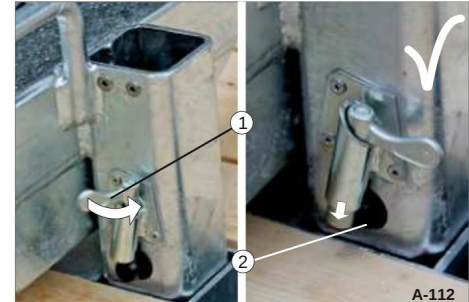

Fig. 166 Fastgørelse af sikkerhedsgelænderet
• Drej stiften (fig. 166/1), så bolten er